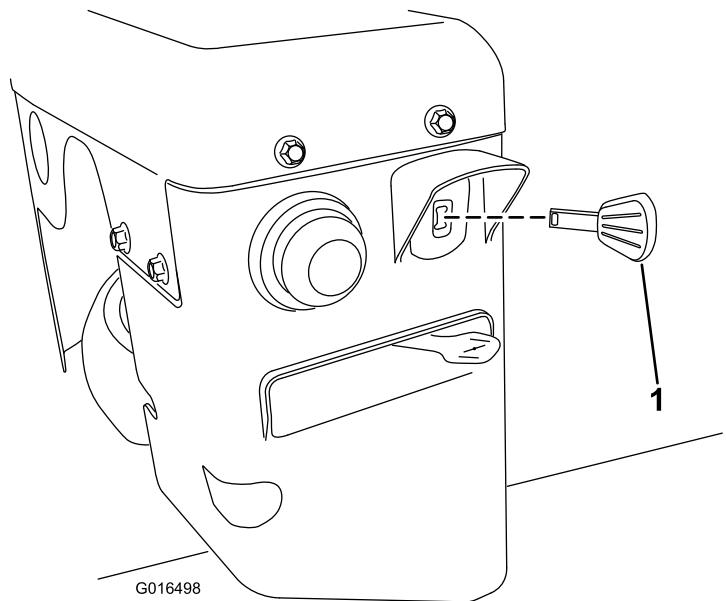

Рисунок 27
- Вставьте ключ зажигания до упора в (Рисунок 27).